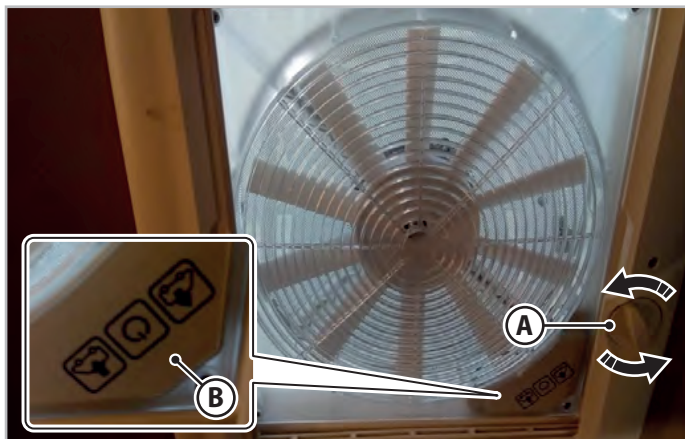

Fig. 6.9 - Køje med åbningshåndhjul
Ved at dreje åbningshåndhjulet (**A** - Fig. 6.9) i begge rotationsretninger hæves køjet (til åbning) eller sænkes (til lukning). Du kan justere åbningen af køjet til enhver mellemposition.
For at bruge ventilations- og sugefunktionen skal du åbne køjet med håndhjulet (**A** - Fig. 6.9) og vælge ventilationsfunktionen med luftindtag (IN) eller sugning (OUT) ved hjælp af tastaturet (**B** - Fig. 6.9).